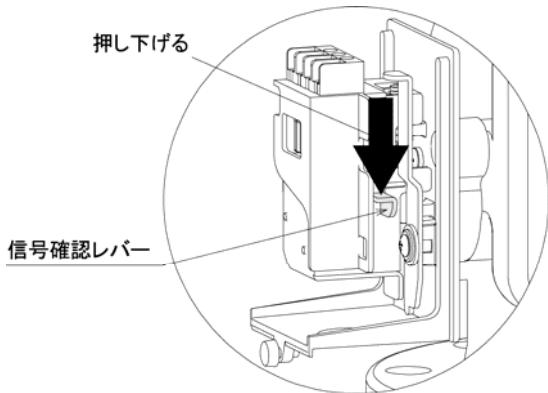

図 9. 信号確認レバーパート詳細
(5) 作動信号の確認 (図 9 参照)
- ①流水検知部の信号確認レバーを信号が発信されるまで (約 20 秒間) 指で押し下げるください。なお、信号が発信される前に押し下げている信号確認レバーを元に戻すと、遅延時間がリセットされ、正常な時間で信号が発信されませんので、注意してください。
- ②接続した制御盤などで信号が正常に発信されていることを確認してください。